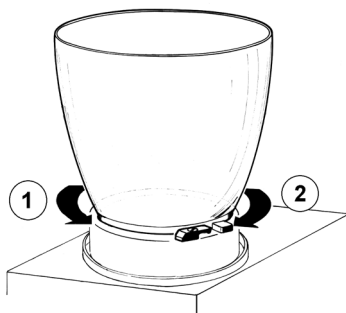

figura 2
- 4 Togliere il contenitore ruotandolo (1) in senso antiorario (vedere figura 2).
Rimontare il contenitore ruotandolo in senso (2) orario. Per facilitare l'operazione bagnare con acqua la guarnizione (vedere figura 2).